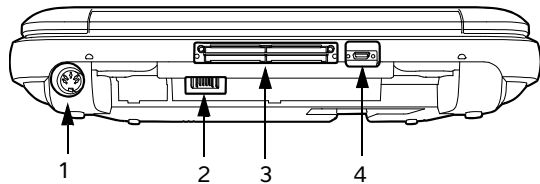

Abbildung 2 Anschlüsse – Systemrückseite:
- 1 Das Gleichstromkabel des Netzteils an den Anschluss am System anschließen. Siehe **Abbildung 2** auf Seite 1.